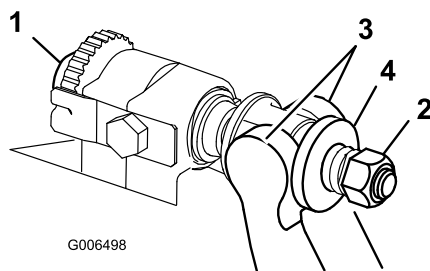

Figura 26
1. Gire el tornillo de ajuste de la barra de asiento, en el sentido contrario a las agujas del reloj, para alejar la contracuchilla del molinete (Figura 26).
2. Afloje la tuerca de tensado del muelle hasta que el muelle deje de presionar la arandela contra la barra de asiento (Figura 26).